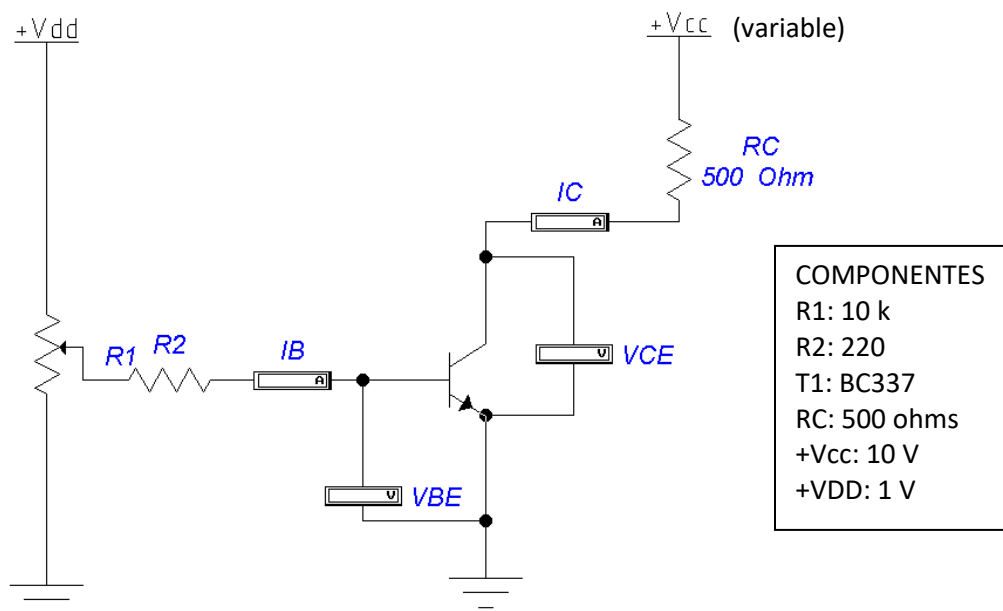
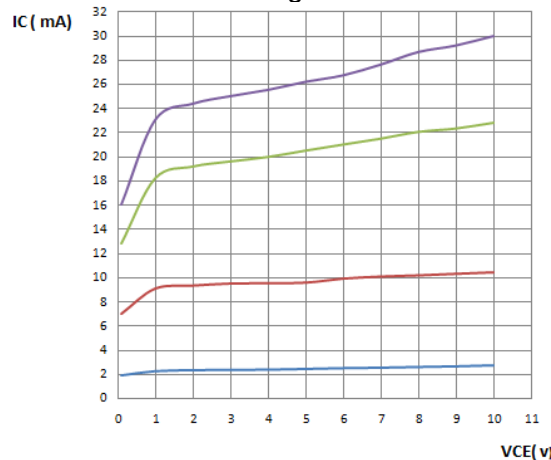

Figura 3: Circuito de ensayo experimental. Vdd fuente de valor fijo. Vcc fuente de valor variable entre 0 a 10Volt.
Figura 4: Curva característica de salida (I_C vs V_{CE}). Transistor BC337
Para determinar y trazar la curva característica de salida (I_C vs V_{CE}) se analiza el circuito de la figura 3. En el circuito se indican los instrumentos de medición, esto es, amperímetros y voltímetros correspondientes a I_B , I_C , V_{CE} , V_{BE} .
- 1_ En el circuito de la figura 3, con $V_{dd}=1V$ se ajusta $R1$ de tal modo que se fije un valor de I_B , el cual no variará durante los procedimientos indicados en los puntos 2, 3 y 4.
Tabla 1: Valores experimentales obtenidos del ensayo del circuito Figura 3.
Punto A. Con los valores de la tabla 1 realice el gráfico de la curva característica o curva de salida (I_C vs V_{CE}) para el transistor NPN BC337 utilizado en el circuito de la figura 3. Presente los valores y gráfico utilizando software Planilla de Cálculo. Indique en los ejes los valores (título, unidades y magnitudes) para cada curva de I_B constantes. El resultado debería ser similar al indicado en la figura 4.
Punto D. Experimentalmente se determinaron los valores correspondientes al circuito de la Figura 3. Fijando un valor de V_{CE} , se intercepta la isolínea de I_B constante y se mide el valor de I_C sobre la ordenada. Se indican los valores en la Tabla 2. Los valores de I_B se corresponden con los adoptados para el trazado de la curva característica (10, 40, 80 y 100 μA) Realice el gráfico correspondiente y compárelo con el obtenido en el punto C.
Tabla 2: Valores experimentales del circuito de la figura 3